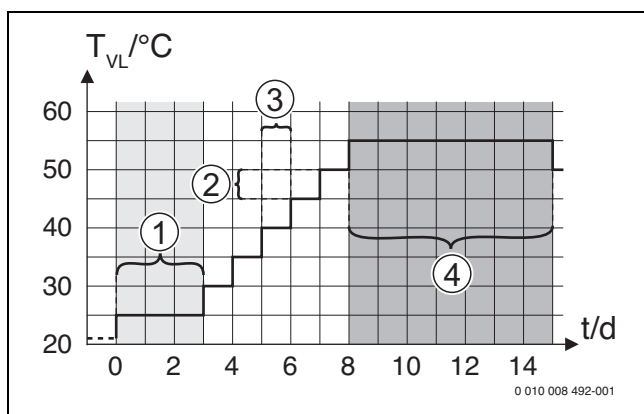
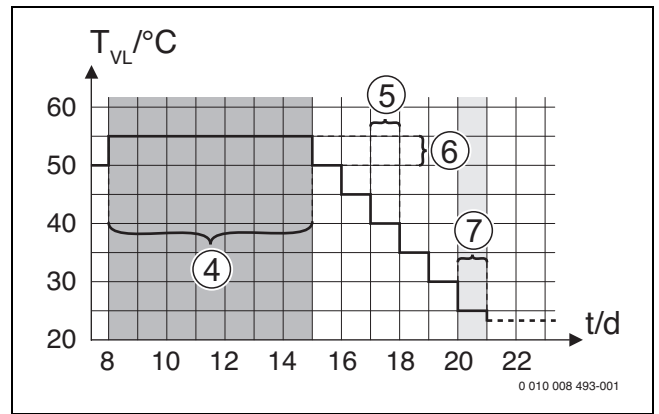

Bild 61 Ablauf der Estrich Trocknung mit den Grundeinstellungen in der Aufheizphase
Bild 62 Ablauf der Estrich Trocknung mit den Grundeinstellungen in der Abkühlphase
Wartezeit bevor Start	Keine Wartezeit: Das Estrichrocknungsprogramm startet sofort für die ausgewählten Heizkreise. 1 ... 50 Tage: Das Estrichrocknungsprogramm startet nach der eingestellten Wartezeit. Die ausgewählten Heizkreise sind während der Wartezeit ausgeschaltet, der Frostschutz ist aktiv (→ Bild 61, Zeit vor Tag 0)
Startphase Dauer	Keine Startphase: Es findet keine Startphase statt. 1 ... 3 ... 30 Tage: Einstellung für den zeitlichen Abstand zwischen Beginn der Startphase und der nächsten Phase (→ Bild 61, [1]).
Startphase Temperatur	20 ... 25 ... 55 °C: Vorlauftemperatur während der Startphase (→ Bild 61, [1])
Aufheizphase Schrittweite	Keine Aufheizphase: Es findet keine Aufheizphase statt. 1 ... 10 Tage: Einstellung für den zeitlichen Abstand zwischen den Stufen (Schrittweite) in der Aufheizphase (→ Bild 61, [3])
Aufheizphase Temp.diff.	1 ... 5 ... 35 K: Temperaturdifferenz zwischen den Stufen in der Aufheizphase (→ Bild 61, [2])
Haltephase Dauer	1 ... 7 ... 99 Tage: Zeitlicher Abstand zwischen Beginn der Haltephase (Haltedauer der Maximaltemperatur bei der Estrichrocknung) und der nächsten Phase (→ Bild 61, [4])
Haltephase Temperatur	20 ... 55 °C: Vorlauftemperatur während der Haltephase (Maximaltemperatur, → Bild 61, [4])
Abkühlphase Schrittweite	Keine Abkühlphase: Es findet keine Abkühlphase statt. 1 ... 10 Tage: Einstellung des zeitlichen Abstandes zwischen den Stufen (Schrittweite) in der Abkühlphase (→ Bild 62, [5]).
Abkühlphase Temp.diff.	1 ... 5 ... 35 K: Temperaturdifferenz zwischen den Stufen in der Abkühlphase (→ Bild 62, [6]).
Endphase Dauer	Keine Endphase: Es findet keine Endphase statt. Dauerhaft: Für die Endphase ist kein Endzeitpunkt festgelegt. 1 ... 30 Tage: Einstellung des zeitlichen Abstandes zwischen Beginn der Endphase (letzten Temperaturstufe) und Ende des Estrich Trocknungsprogramms (→ Bild 62, [7]).
Endphase Temperatur	20 ... 25 ... 55 °C: Vorlauftemperatur während der Endphase (→ Bild 62, [7]).
**Legende zu Bild 61 und Bild 62:**